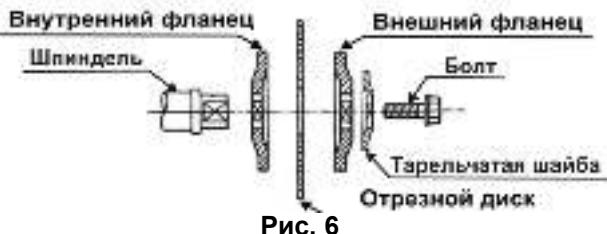

Рис. 6
11. ЗАМЕНА ОТРЕЗНОГО КРУГА (ДИСКА) (Рис. 6)
11.2. Установка отрезного диска (Рис. 6)